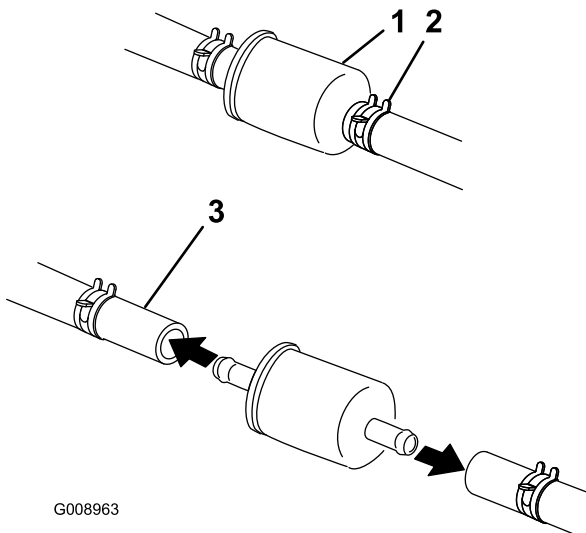

Figure 45
5. Pincez les extrémités des colliers et éloignez les colliers du filtre (Figure 45).